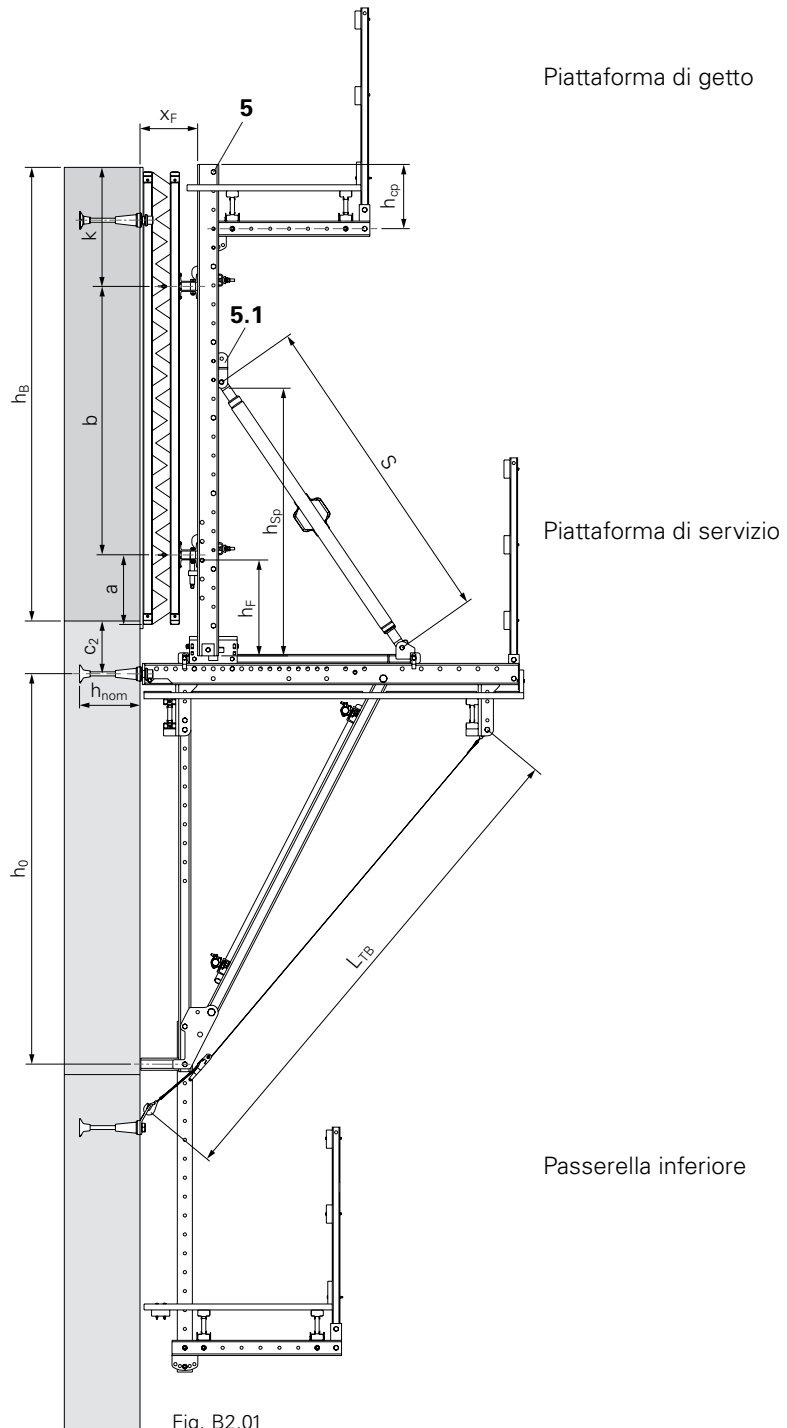

Fig. B2.01
Queste misure sono determinanti per il carico di flessione del corrente verticale (5). (Fig. B2.01)